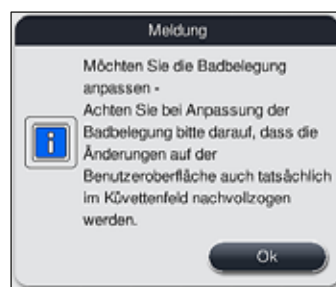
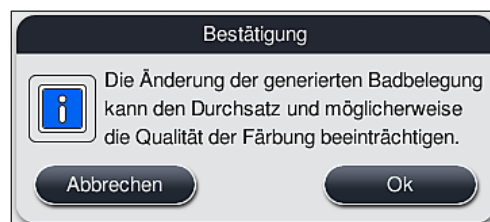

Abb. 62
Abb. 63
2. Die darauf folgenden Meldungen (→ "Abb. 62") (→ "Abb. 63") beachten und bestätigen oder durch **Abbrechen** (→ "Abb. 63") zur Ansicht der Badbelegung zurückkehren.